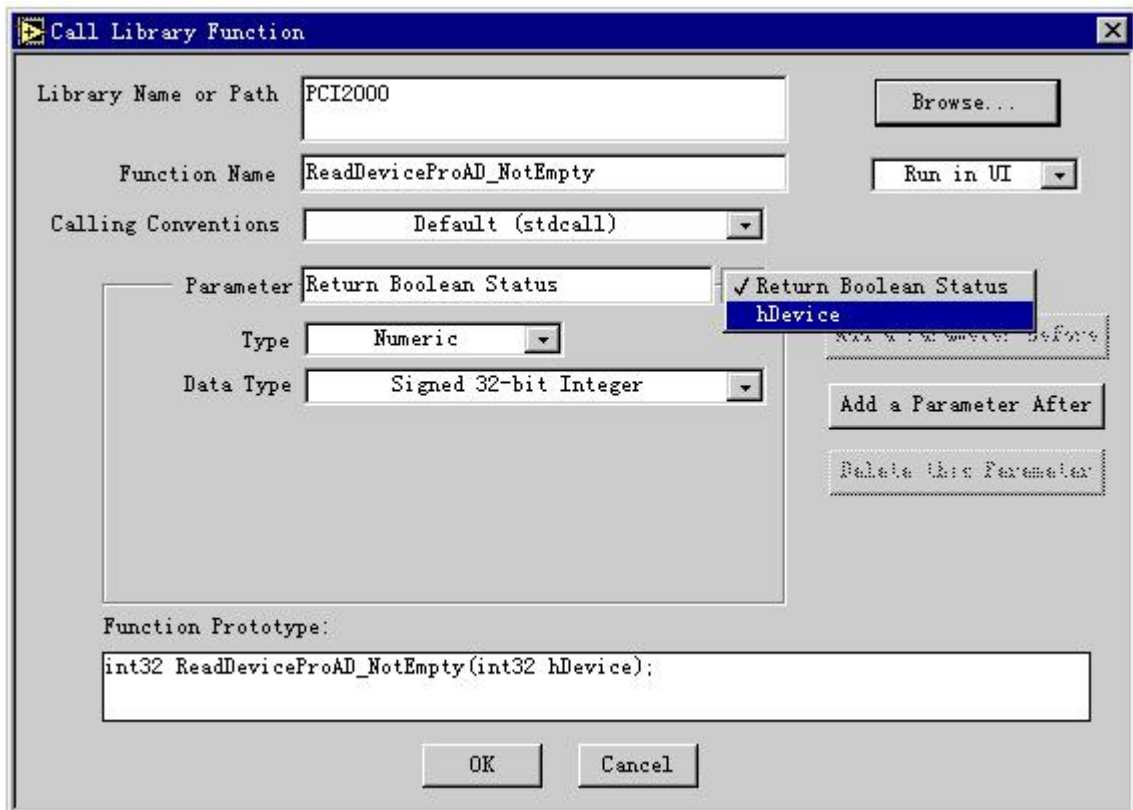

图 21 如何在某个参数这后添加另一个参数的一步
1.在 Parameter 下拉列表框中将当前参数位置定位在 hDevice 参数上，如图 21；